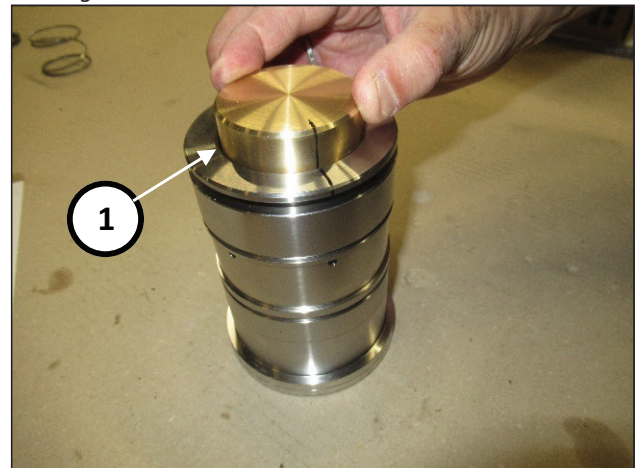

Abb. 183
Drücken Sie mit dem Innendorn des Werkzeugs Art. 27945400 die Ringe in ihren Sitz (Pos. ①, Abb. 183).